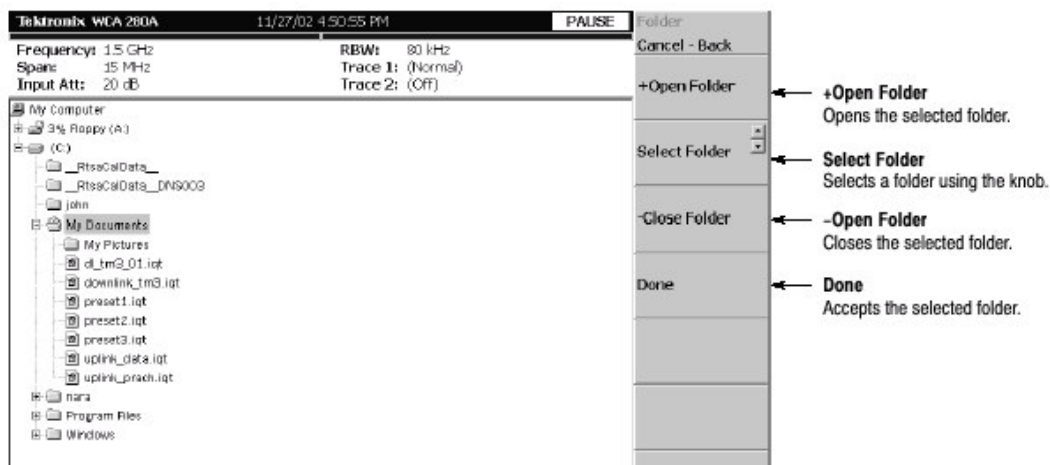

图 3-75 选择文件夹
- b. 使用下列文件菜单项选择目的文件夹（见图 3-75）